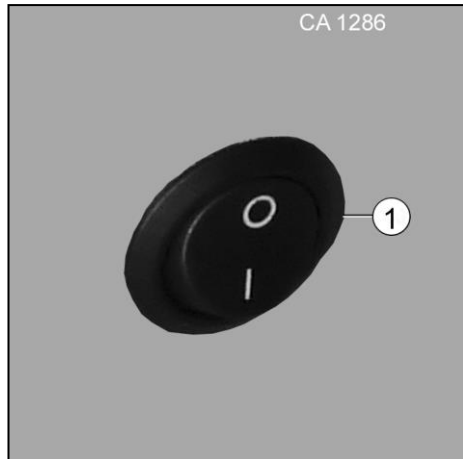

Fig. 108 Éclairage du double plancher
1. Allumer et éteindre l'éclairage du double plancher avec l'interrupteur (Fig. 108/1).